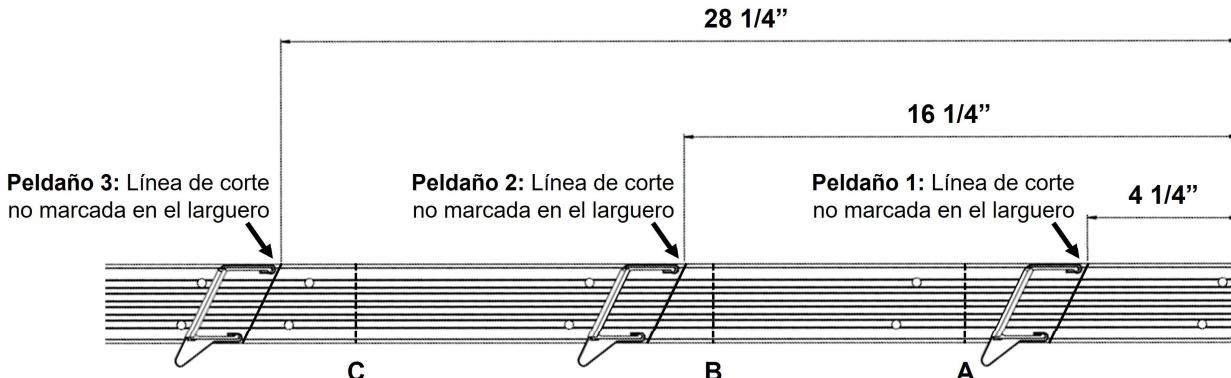
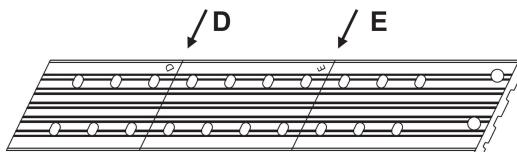

FIGURA 27 :: UBICACIÓN DE CORTE DE LARGUERO LATERAL
FIGURA 28 : UBICACIÓN PARA CORTAR TACÓN DESLIZABLE (CORTE CUANDO SEA NECESARIO)
X. Consulte la altura de techo que anoto en la Sección V y determine la ubicación para cortar los largueros laterales y los tacones deslizables de la escalera de ático. Ver **Tabla 4, Figura 27** y **Figura 28**.
Instalador #1: Corte larguero lateral y tacón deslizable en la ubicación apropiada. Ver **Figura 27** y **Figura 28**.